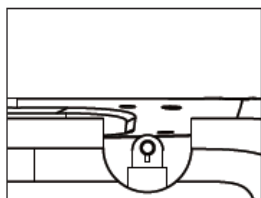

Fig.21
- a. Nejprve sejměte jednoduchou horní nit a vyjměte jednoduchý kolík (Fig. 21–22).